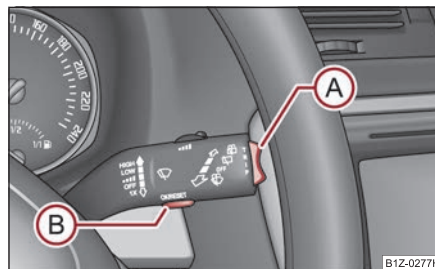

Fig. 28 Display-ul cu informații: Elementele de comandă de pe maneta de acționare a ștergătoarelor
- **MAIN MENU (MENIUL PRINCIPAL)** se activează prin apăsarea tastei basculante **A** ⇒ fig. 28 mai mult de 1 secundă.